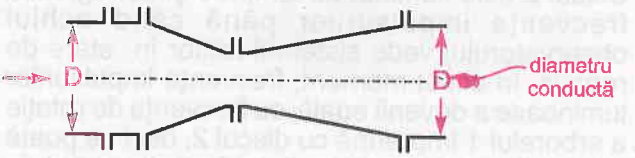

Fig. 3.20. Tub Venturi
- Tubul Venturi (fig. 3.20.) este utilizat atunci când diametru conductei este  $D = 50 - 500mm$ . Unul dintre cele mai utilizate debitmetre diferențiale este debitmetrul cu burduf.